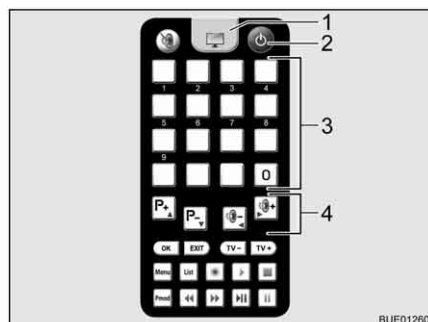

Fig. 24 Telecomando
- Premere il tasto "⏻" (Fig. 24,2) sul telecomando.
- Regolare l'emittente desiderata con i tasti memoria (Fig. 24,3) o i tasti funzione (Fig. 24,4).